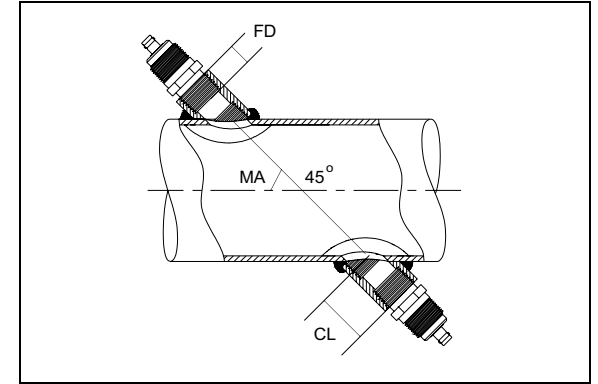

图 D-2: 测量安装短管长度
- 管道内径 (ID)
- 管道壁厚 (WT)
- 安装短管长度 (CL)
- 探头表面深度 (FD)
- 倾斜角度 (MA)
按照图 D-2 测量安装短管的长度。通常来说，探头表面处于管道内径 (ID) 的外面一点，或者略微处于短管里面一点。